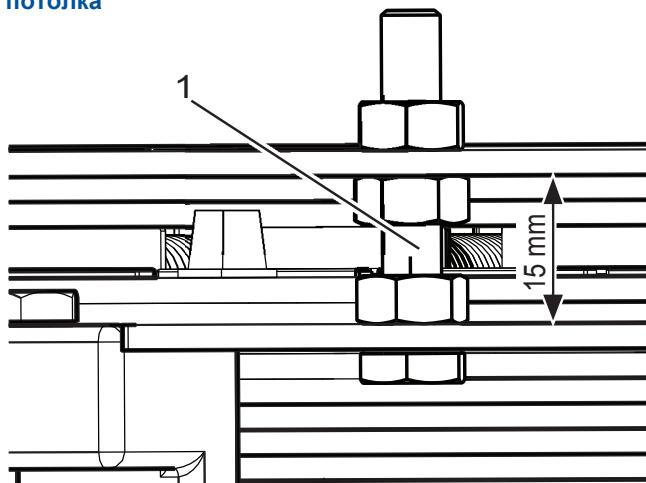
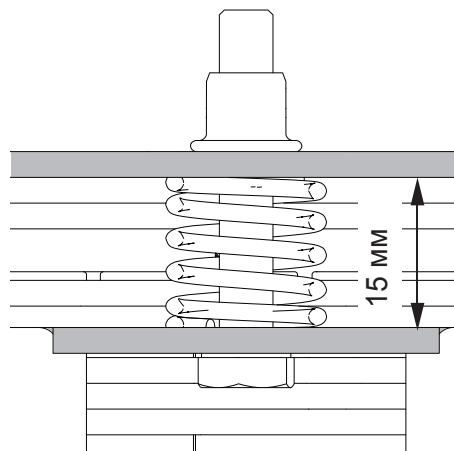

Рис. 129 Устройство регулировки высоты
Рис. 130 Устройство регулировки высоты (конструкция потолка с высотой канопе 100 мм и приводом KT FLEX Direct)
3. Установить пластину переходника для привода с помощью устройства регулировки высоты (6 шт.) (рис. 129/1 и рис. 130) примерно в 15 мм от привода.
- Отрегулировать пластину переходника привода с помощью устройств регулировки высоты (6 шт.) (рис. 129/1 и рис. 129) по периметру привода, чтобы щетки створок наверху касались сегмента нижней части потолка.